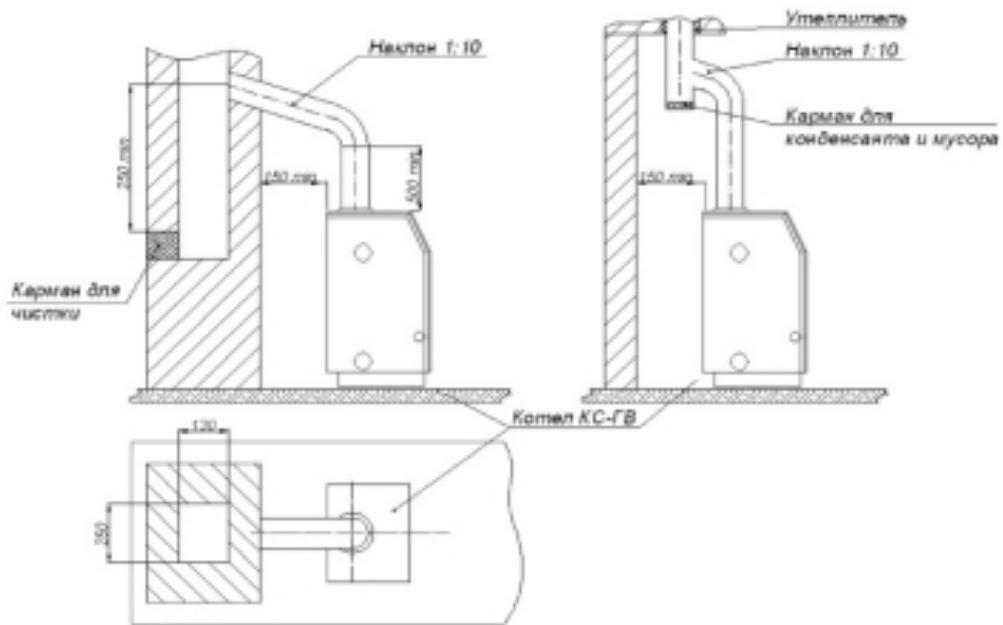

Рис.7-1
7.4. Устройство дымохода, к которому подключается котел, должно соответствовать СНиП 2.04.08-87 «Газоснабжение». Примерная схема подключения котла к дымоходу показана на рис.7-1.